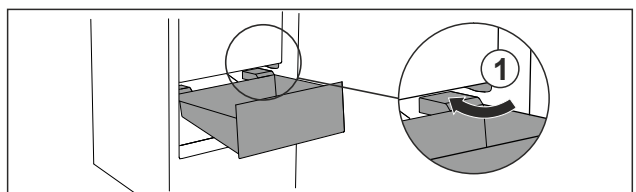

Fig. 73
- ▶ Introducir el cajón inclinado rodeando los topes Fig. 73 (1).